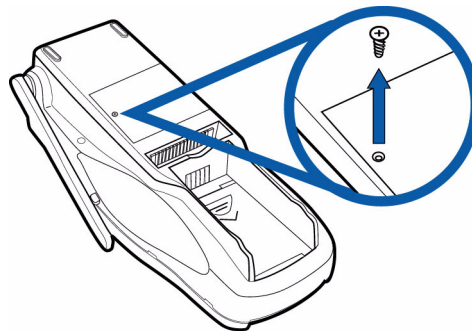

图 16 松开 SIM 卡盖螺丝
- 1 松开 Omni 3600 终端背部 SIM 卡封盖上的螺丝（图 16）。